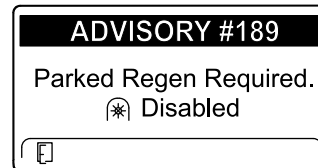

Figure 53
- Si vous n'exécutez pas de régénération en stationnement dans un délai de 2 heures, l'InfoCenter affiche ADVISORY #189 (avis n° 189) s'affiche pour demander une régénération en stationnement – prise de force désactivée (Figure 53).